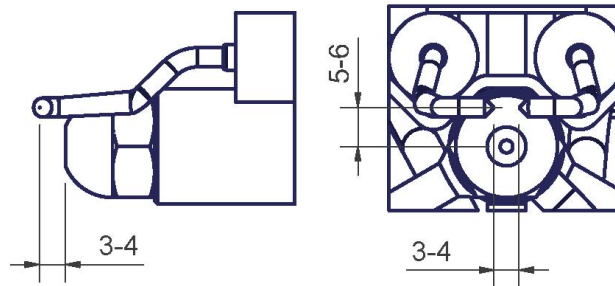

Рис. 19
- Проверить запальные электроды, почистить, подрегулировать а, при необходимости, заменить (см. Рис. 19).
Отрегулировать положение электродов и форсунки, соблюдая размеры (в мм), указанные на Рис. 19.